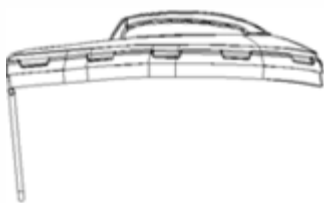
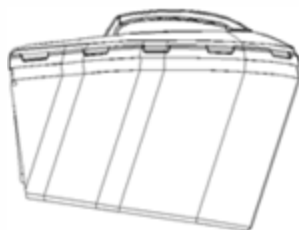

Рис. 9
Рис. 10
1. Для установки: Поднимите заднюю крышку и закрепите травосборник на задней части газонокосилки (рис. 9, рис. 10, рис. 11, рис. 12, рис. 13)